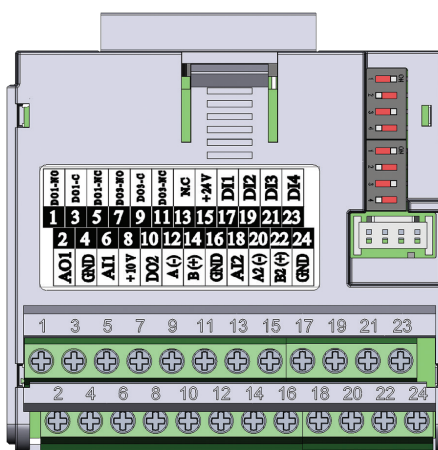

Figura 19.4: Módulo Plug-in CFW500-CRS485
O módulo plug-in CFW500-CRS485 tem a interface Serial (1) através da porta RS-485 nos bornes 12 (A-) e 14 (B+), bem como a interface Serial (2) também através de outra porta RS-485 nos bornes 20 (A2+) e 22 (B2+), veja Figura 19.4 na página 19-1.